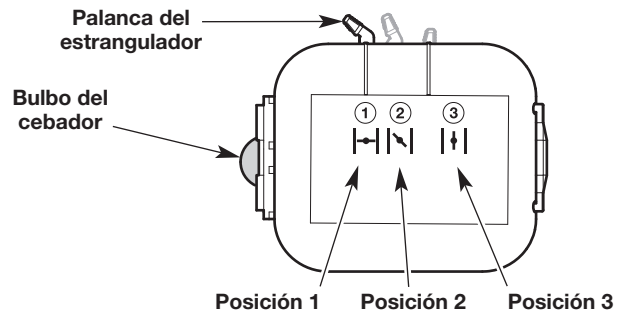

Fig. 12
1. Presione y luego suelte el bulbo del cebador lentamente **10 veces** (Fig. 12). Si no puede ver combustible en el bulbo del cebador, oprima y suelte el bulbo del cebador hasta que se vea combustible.
2. Coloque la palanca del estrangulador en la **Posición 1** (Fig. 12).
6. Coloque la palanca del estrangulador en la **Posición 2** (Fig. 12).
9. Coloque la palanca del estrangulador en la **Posición 3** (Fig. 12). Deje que el motor se caliente 60 segundos más. Se puede usar la unidad durante este período.
SI... el motor no funciona de manera uniforme, regrese la palanca del estrangulador a la **Posición 2** (Fig. 12) y siga calentándolo.